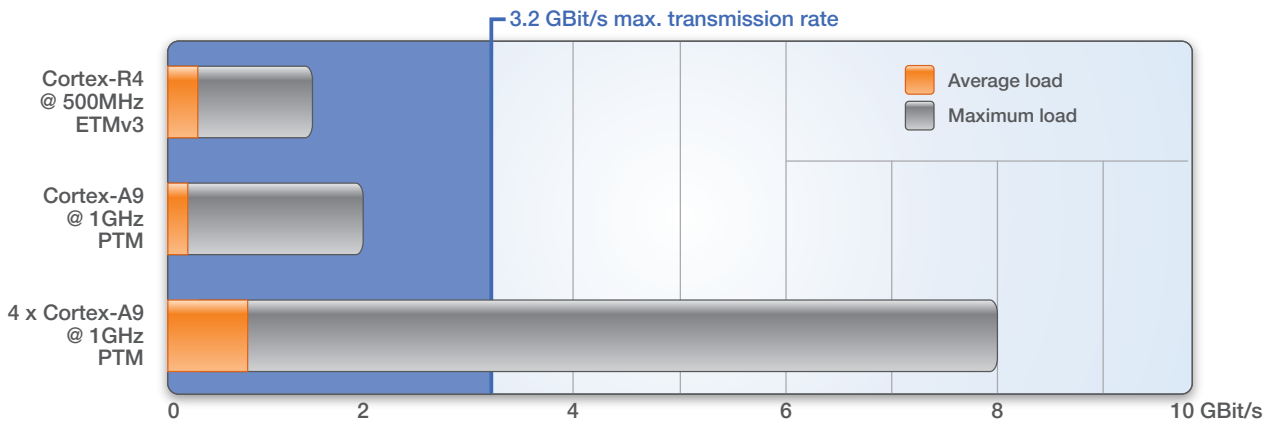

图 9: 3.2Gbps 的传输速率一般足以流传送主机上的程序顺序信息。
通过跟踪端口导出的跟踪数据量取决于目标系统硬件。内核数量、跟踪端口引脚数量和跟踪时钟速度都是重要的参数。内核跟踪逻辑所用协议也起到了重要作用。例如，ARM PTM 协议比 ARM ETMv3 协议更加紧凑（参见图 9）。
- PowerTrace II 同时提供基于 FPGA 的跟踪数据硬件压缩，这能够实现以 3.2GBps 的跟踪数据传输到主机上。在图 9 中显示，这一传输速率基本上足以流传送 ETM/PTM 数据，而不会产生数据损失。